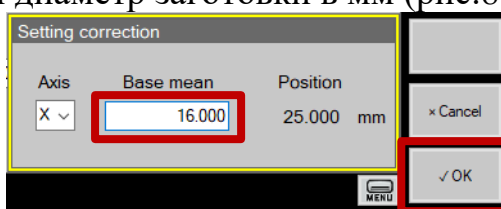

Рис.87. Поле «X» и кнопка «OK»
13. В поле «X» ввести диаметр заготовки в мм (рис.87);
14. Нажать «OK» в вертикальном ряду кнопок экрана (рис.87);